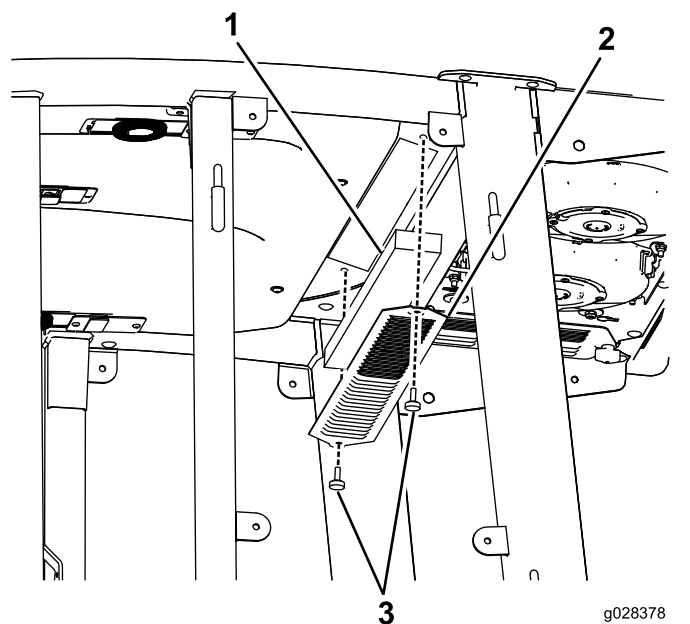
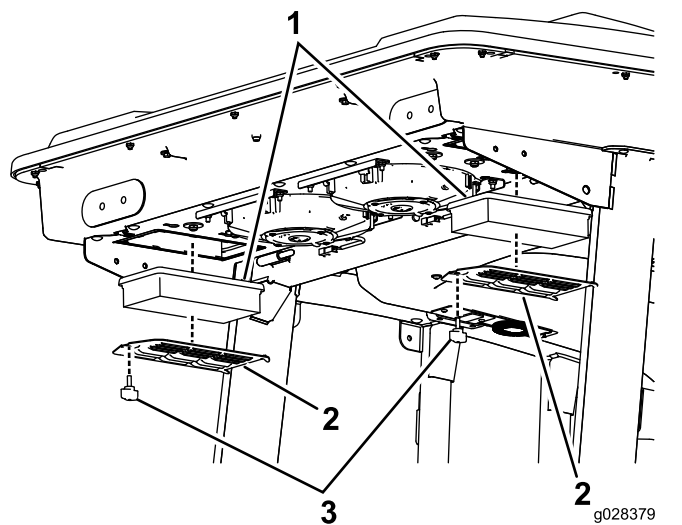

Figure 130
Figure 131
1. Retirez les vis et les grilles des filtres à air intérieur et arrière de la cabine (Figure 130 et Figure 131).
4. Déposez les filtres à air (voir Figure 131).
6. Reposez les filtres à air, la grille et le ventilateur (Figure 131, Figure 132 et Figure 133).